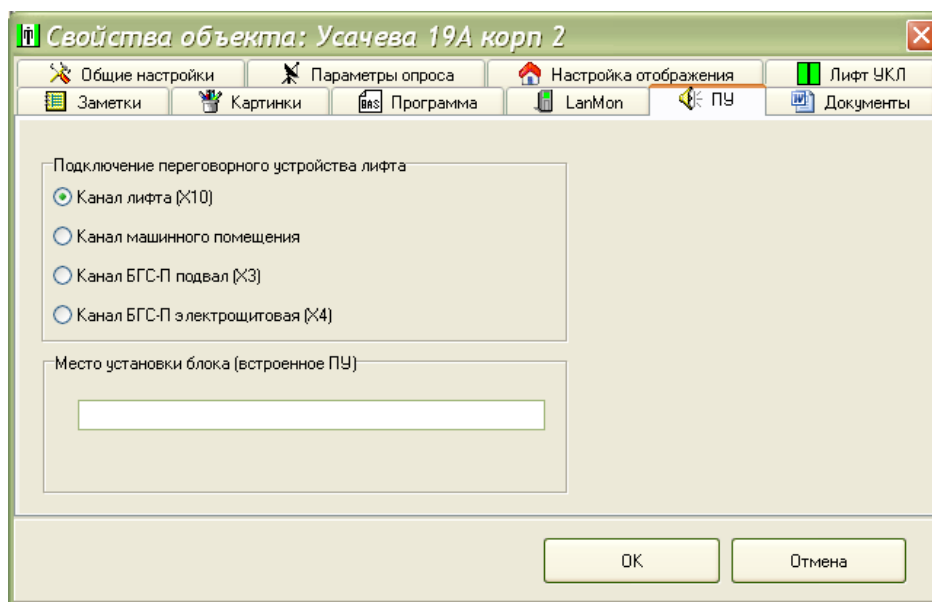

Рисунок 22
9) На вкладке «ПУ» установить признак подключения переговорного устройства кабины лифта к разъему X10 блока (штатное). Если блок БДК-Л-4М2-УКЛ установлен не в машинном помещении, то ввести адрес расположения блока (рисунок 22).